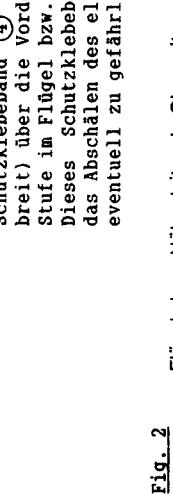

Fig. 3
Die Schutzfolie vom Abdeckband (5) (Mylarfolie, 22-15 mm breit) abziehen und das Abdeckband mit seinem Selbstklebefilm bündig zur Vorderkante auf die tiefergelegte Stufe (ca. 15 mm breit) der Flügel- bzw. Höhenflossen-Unterseite kleben (Fig. 3).
Ein Schutzklebeband (4) wird jetzt noch über die Vorderkante des Abdeckbandes (5) und der Stufe im Flügel bzw. in der Höhenflosse geklebt (siehe Fig. 3).